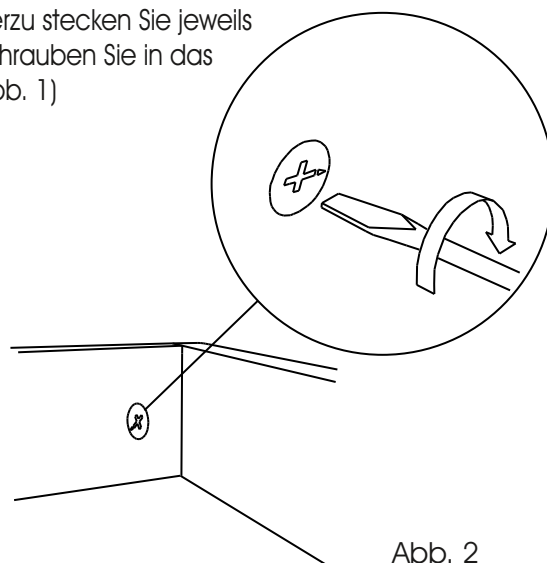

Abb. 2
(Abb. 2)
3. Verschrauben Sie die Kufen mit je 4 Stück Ø4x25mm RW-Schrauben. Drehen Sie anschließend die Sockel-schrauben in die hierfür vorgesehenen Gewindebohrungen der Kufen. (Abb. 2)
2. Stecken Sie das Sockelvorderstück und die Sockel-Retouren zusammen und drehen den Excenter fest. (Abb. 2)